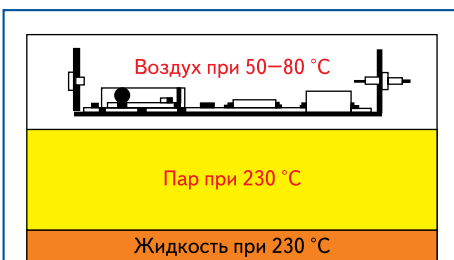

Рис. 1. Электронный модуль перемещается/покидает зону пайки
- Электронный модуль с установленными на паяльную пасту компонентами перемещается в зону пайки (рис. 1). Во избежание термоудара он может быть предварительно нагрет ИК-излучением или верхним слоем паров кипящей жидкости меньшей температуры.
- После того как изделие покидает зону пайки, на нем остается конденсированная жидкость, но благодаря тому, что изделие имеет более высокую температуру по сравнению с окружающей средой, она вся испаряется, и из установки выходит сухое изделие (рис. 1).